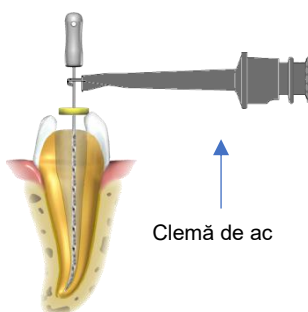
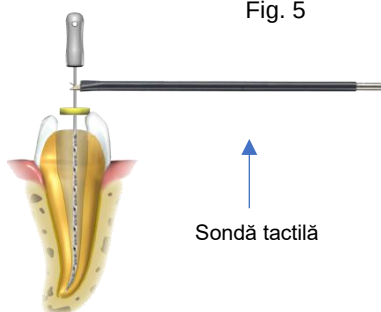

Fig. 6
Fig. 7
3. Introduceți ușor acul în canal și conectați clema de ac la axul metalic al acului – a se vedea Fig. 6. Alternativ, utilizați sonda tactilă pentru a asigura contactul electric cu acul endodontic – a se vedea Fig. 7.